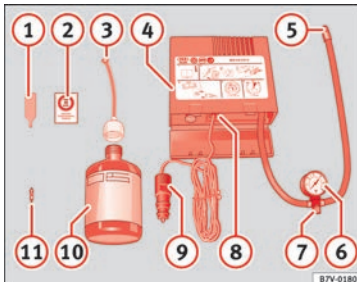

Fig. 54 Représentation standard : contenu du kit anticrevaion.
- Dévissez le capuchon et l'obus de la valve du pneu. Utilisez l'appareil » fig. 54 ① pour extraire l'obus. Placez-le sur une surface propre.
- Agitez fortement la bouteille de produit de colmatage des pneus » fig. 54 ⑩.
- Vissez le tuyau de gonflage » fig. 54 ③ sur la bouteille de produit de colmatage. Le plombage du goulot de la bouteille est automatiquement percé.
- Retirez le bouchon du tuyau de remplissage » fig. 54 ③, puis vissez l'extrémité ouverte du tuyau sur la valve du pneu.
- Placez de nouveau l'obus de valve sur la valve du pneu avec l'outil » fig. 54 ①.
- Vissez le tuyau de gonflage du pneu du compresseur » fig. 54 ⑤ sur la valve du pneu.
- Vérifiez si la vis d'évacuation d'air est serrée » fig. 54 ⑦.
- Branchez le connecteur » fig. 54 ⑨ à une prise de courant de 12 volts du véhicule » fig. 54 page 133.
- Raccordez le compresseur d'air au commutateur ON/OFF » fig. 54 ⑧.
- Contrôlez de nouveau la pression au bout de 10 minutes » fig. 54 page 77.